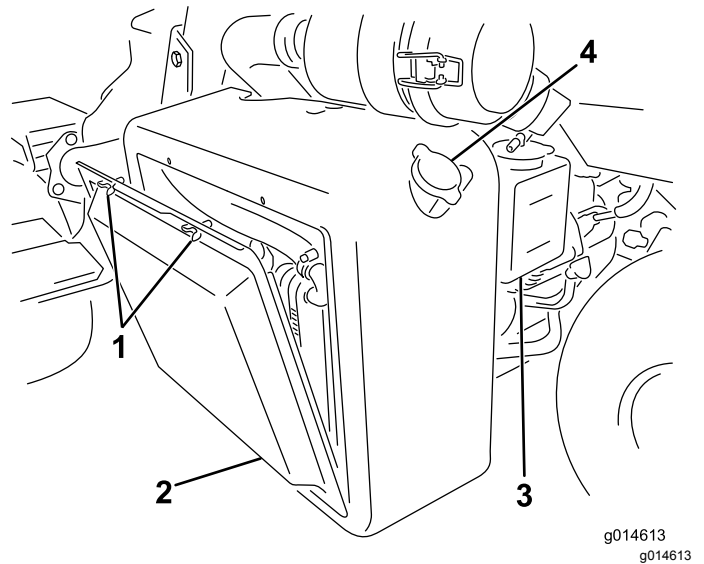

Bild 50
1. Entfernen Sie das Gitter (**Bild 50**).